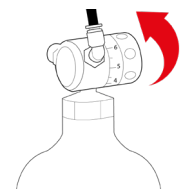

Fig. 6-14
23.1 – Per gli erogatori con acqua frizzante, è necessario regolare la pressione del gas per determinare il livello di gasatura agendo sulla manopola di regolazione del riduttore di pressione. Ruotando la manopola verso OFF diminuisce la pressione e di conseguenza la gasatura dell'acqua, ruotando la manopola nel verso opposto aumenta la pressione e di conseguenza la gasatura dell'acqua. I riduttori di pressione del gas, per bombole con attacco M11 sono dotati di manopola di regolazione con scala graduata che indica il valore di pressione di taratura, vedi Fig. 6-14.